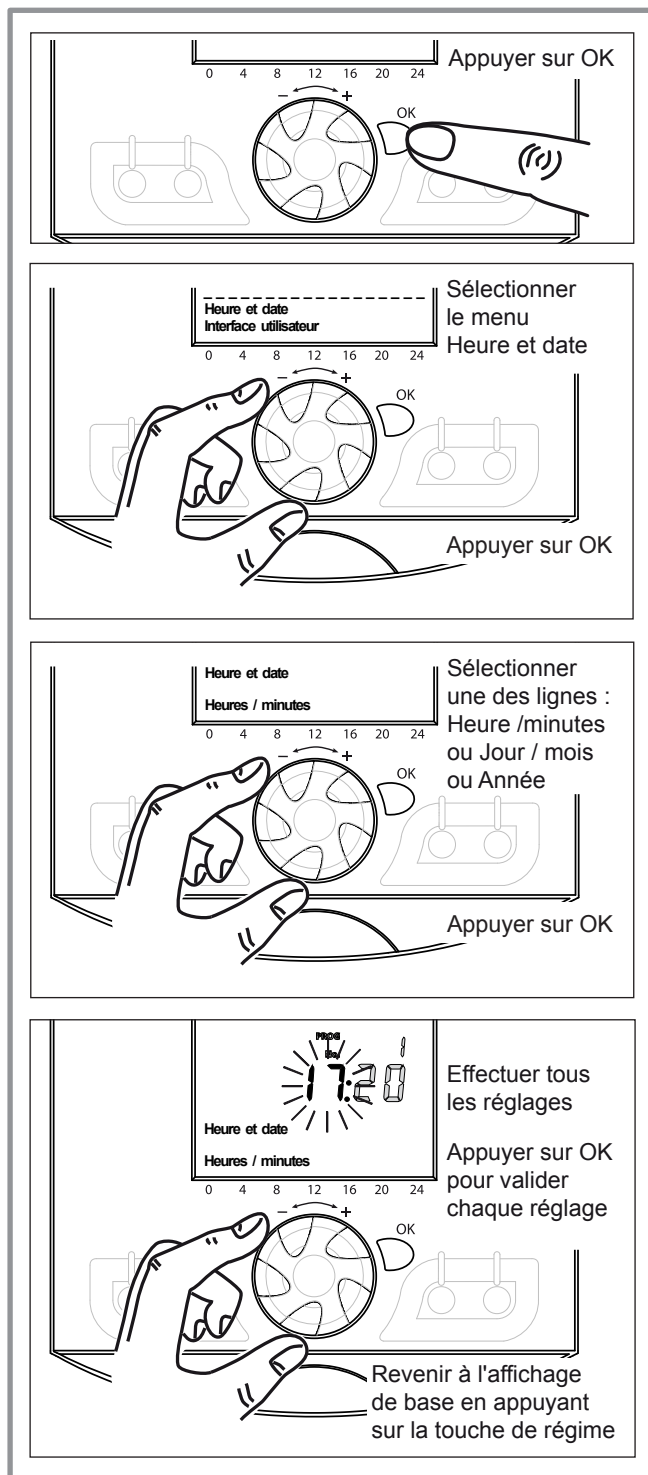

fig. 52 - Réglage de l'heure et de la date
- Régler l'heure et la date en cours (fig. 52).